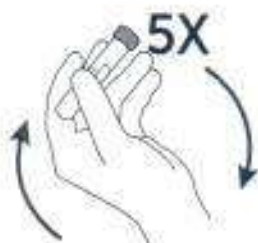

Figura 4-11 Invertir el tubo
- Invierta **suavemente** el tubo diluyente cinco veces para mezclar los reactivos inmediatamente antes del uso (Figura 4-11).